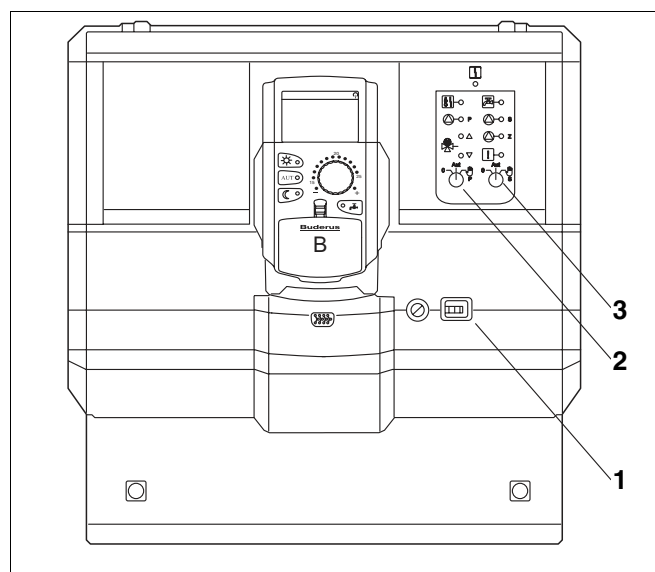

Рис. 17 Logamatic 4126
- Включить систему управления пусковым выключателем (рис. 17, поз. 1).
- Для первичного контура (рис. 17, поз. 2) установить переключатель  в положение Рука  Р.
- Для вторичного контура (рис. 17, поз. 3) установить переключатель  в положение Рука  S.